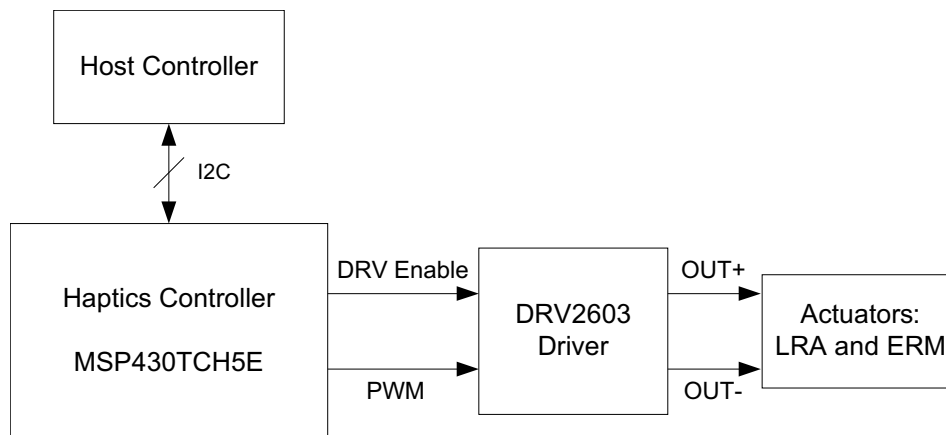

图 2. 主机受控系统，在此类系统中，一个外部主机控制 MSP430TCH5E 器件触觉控制器
- 主机受控系统，在此类系统中，外部主机控制 MSP430TCH5E 触觉控制器器件。请见图 2。